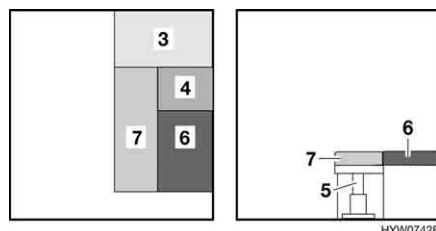

Fig. 112 Dopo la trasformazione
- Riposizionare il cuscino del divano (Fig. 112,6) al suo posto.